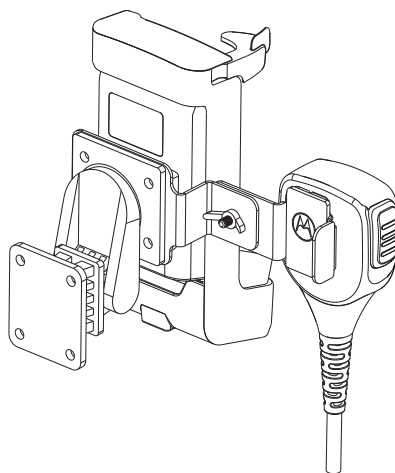

Figure 3. Fixation du microphone haut-parleur distant sur le support pour microphone haut-parleur distant
8. Le support pour microphone haut-parleur distant permet à l'utilisateur de pouvoir fixer le microphone haut-parleur distant comme illustré dans la Figure 3